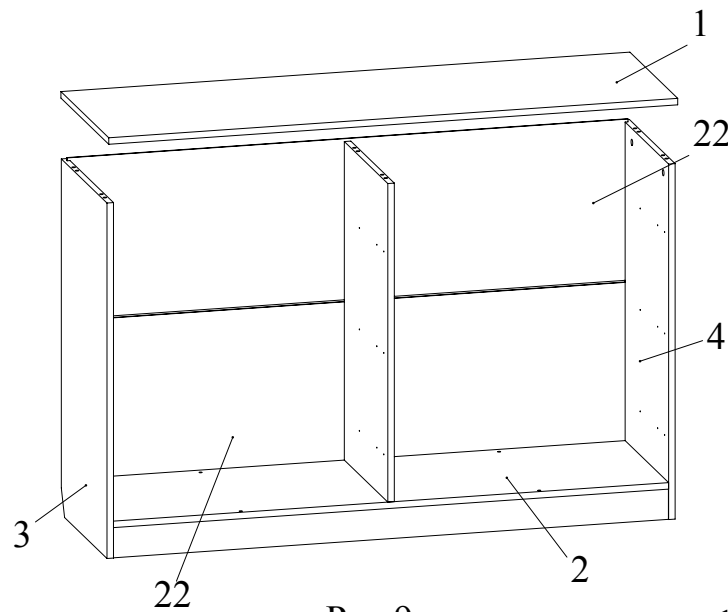

Рис.9
- Установить крышку 1 на боковины 3, 4, 5 и зафиксировать, повернув конфирматным ключом головки минификсов по часовой стрелке до упора (Рис. 9).